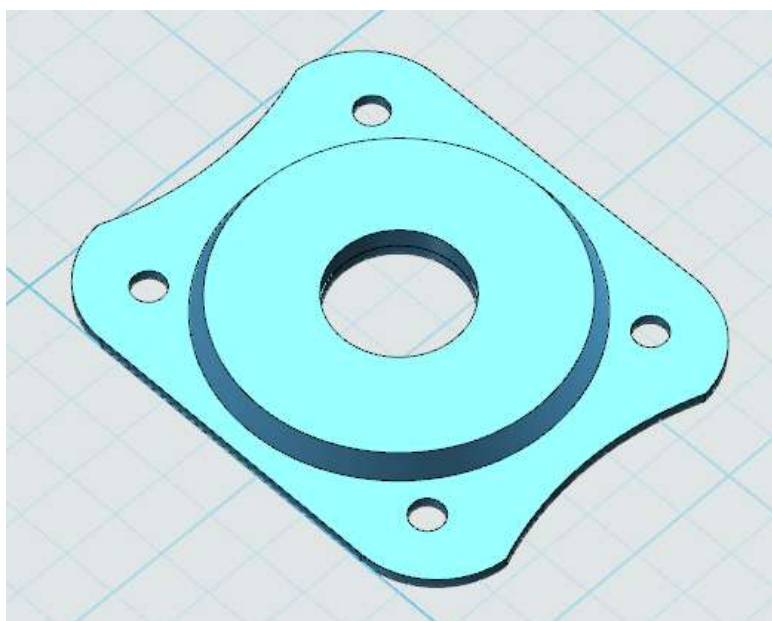

图 8-17
9. 点击绘制好的草图，选择拉伸减运算命令。高度为 10。完成后如图 8-17 所示。